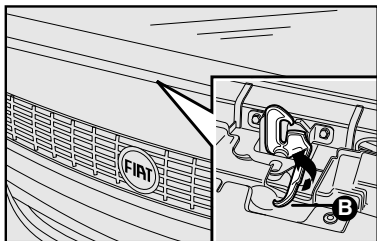

fig. 96
- 2) puxar a trava **B**-fig. 96 localizada acima da grade frontal sob o capô. Como indicado pela seta;